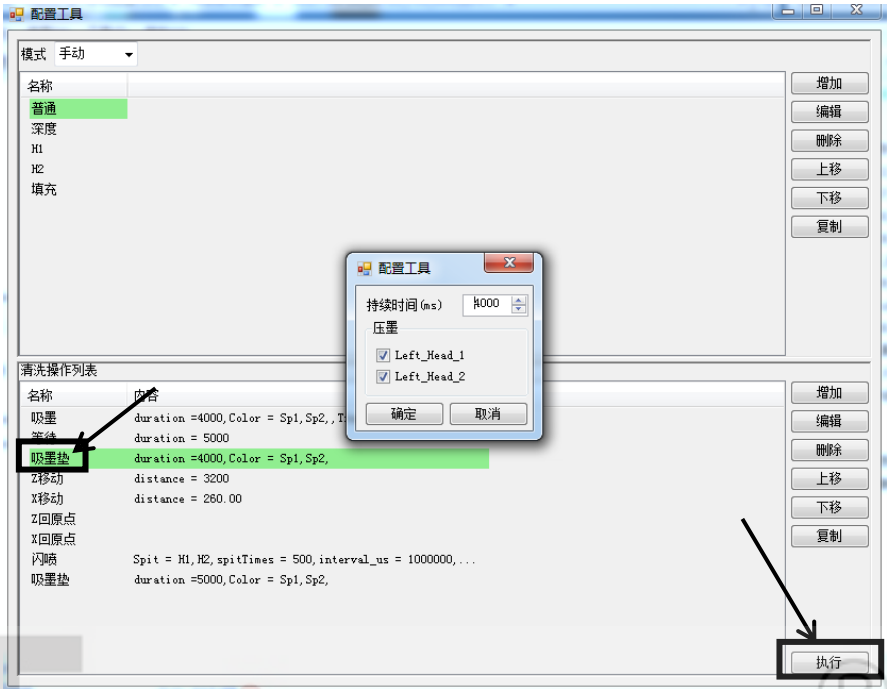

图 7.10 吸墨垫内容
4、鼠标左键双击“吸墨垫”调整内容如图 7.10 设置。设置完成后鼠标左键单击吸墨垫—>执行,墨栈下降,回到原位,吸墨泵工作把墨栈内的废墨抽空。吸墨垫吸墨持续时间出厂值为 4000ms。